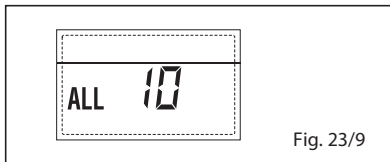

Fig. 23/9
- INTERVENÇÃO SONDA FUMOS "ALL 13" (fig. 23/10)